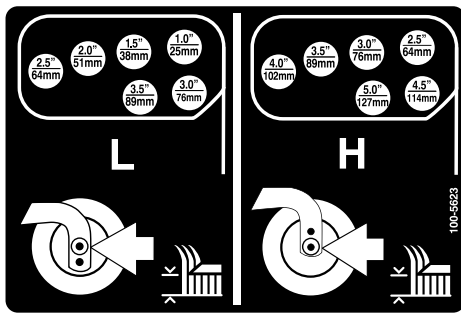

Bild 24
6. Drehen Sie die Spannstanze, um den Gelenkarm anzuheben oder abzusenken, bis die Löcher mit den ausgewählten Löchern in der Schnitthöhenhalterung im Mähwerkrahmen ausgerichtet sind (**Bild 23** und **Bild 24**).